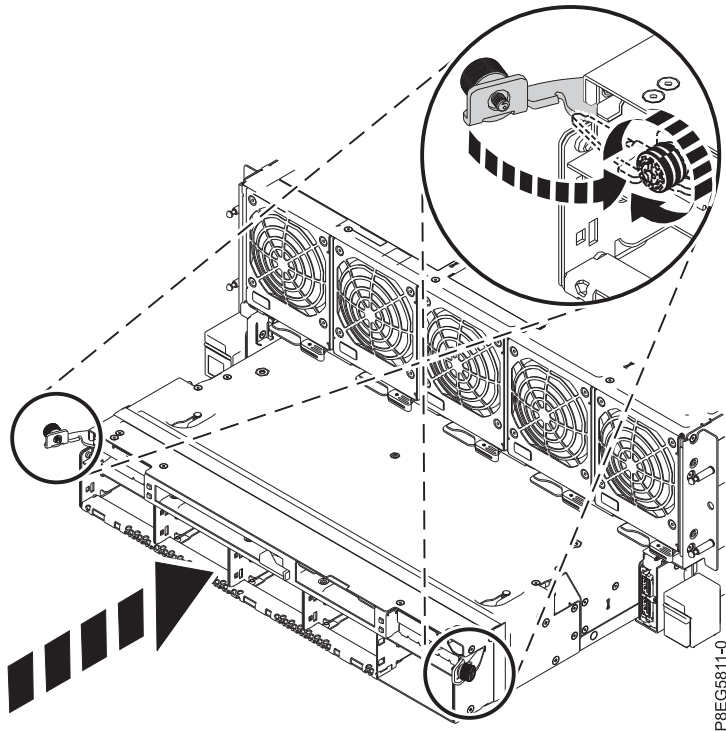

Abbildung 18. RAID-Baugruppe austauschen
6. Schieben Sie die RAID-Baugruppe in das System. Drücken Sie die Verriegelungen nach unten und ziehen Sie die Rändelschrauben fest (siehe Abb. 18 auf Seite 16).